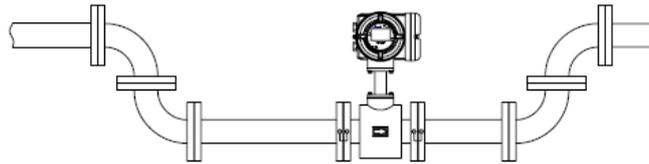

图 8.5
3) 为防止出现负压，流量计标高应略低于管道的标高，或在流量计下游侧保证有一定的水头压力，如图 8.5 所示。